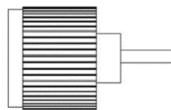

Fig. 5-1: Conector do tipo N
5. Retire o cabo coaxial e conecte o cabo coaxial (conector tipo N) (Fig. 5-1) ao interface de saída 1. Prenda o cabo coaxial com o grampo de cabo.